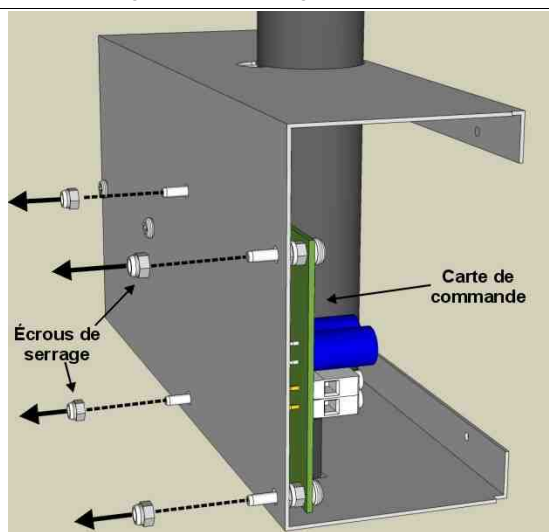

Fig. 10: Écrous de serrage de la carte de commande
4. Ôtez les écrous de serrage qui se trouvent au verso du dispositif (Fig. 10) et retirez la carte de commande de son